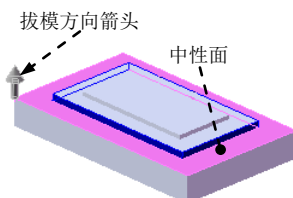

图 17.8.10 定义拔模方向及中性面
- (1) 选择命令。选择下拉菜单 **插入(I)** → **特征(F)** → **拔模(B)...** 命令。
- (2) 定义拔模中型面。选取图 17.8.10 所示的面为中性面。
- (4) 定义拔模参数。拔模方向如图 17.8.10 所示; 在“拔模”对话框的 **拔模角度(A)** 区域的文本框后输入 20.0。
- (5) 单击 按钮, 完成拔模 1 的创作。